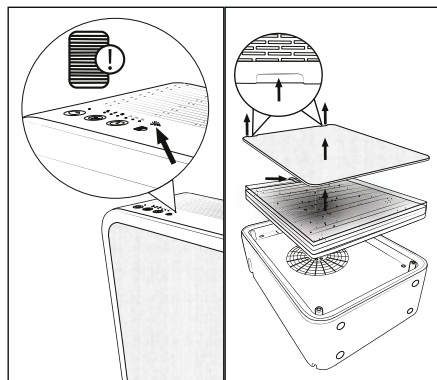

Fig. 6
Kur drita LED e ndërrimit të filtrit 4 ndizet (shih Fig. 6), filtri EPA 7 nuk mund të funksionojë më me kapacitet të plotë. Informacioni mbi porositjen e filtrave zëvendësues mund të gjendet në kapitullin 11. **Porositja e pjesëve të këmbimit.**
- ◆ Hiqeni kapakun 6 duke përdorur dorezat e futura në pjesën e sipërme të pajisjes (shih Fig. 6).
- ◆ Tërhiqeni filtrin EPA 7 nga pajisja përmes kapësës (shih Fig. 6).